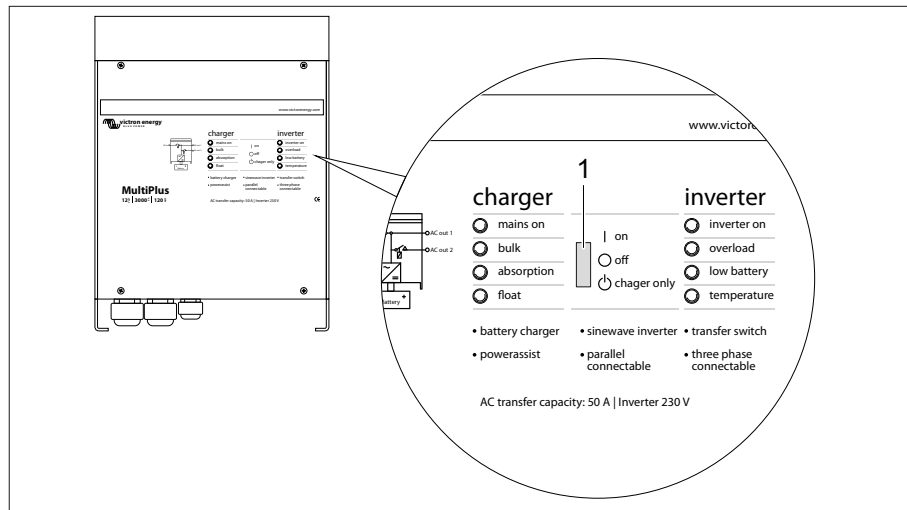

Fig. 252 Invertitore MultiPlus
Per il corretto funzionamento del pannello Digital Multi Control, l'interruttore a levetta dell'invertitore MultiPlus (Fig. 252,1) deve trovarsi in posizione "on".
Posizioni dell'interruttore a levetta (Fig. 252,1)
- ▷ Se il veicolo non viene utilizzato per un lungo periodo in assenza del collegamento a 230 V, l'interruttore a levetta (Fig. 252,1) deve trovarsi in posizione "off". In caso contrario le batterie possono scaricarsi dopo 3-4 giorni.